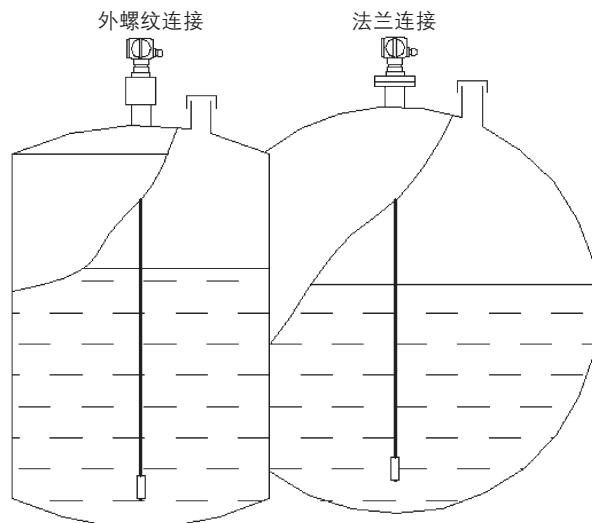
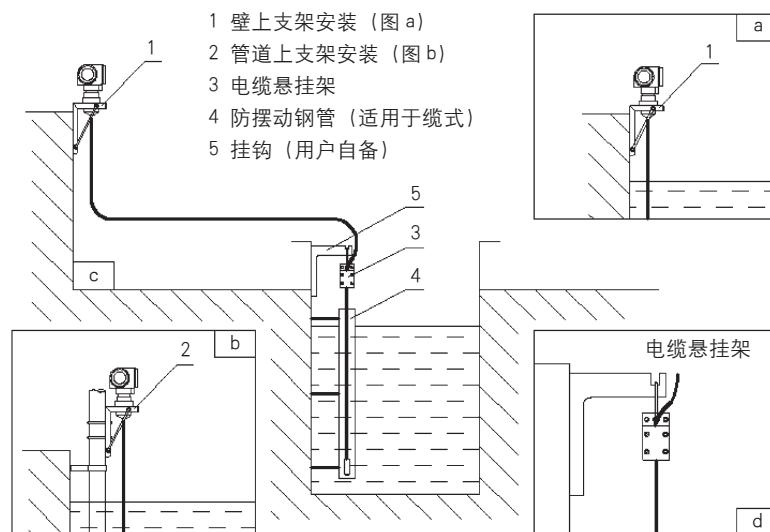

图 7 采用过程连接件安装
图 8 (a ~ d) 采用支架安装或悬挂安装
智能静压液位计各种型式产品均应采用其过程连接件（接口尺寸见表 1）与装有被测介质的容器相连接（如图 7）；水池、水井等贮水、水利设施可选用附件“安装支架”将液位计固定在池（井）壁上或管道上（如图 8-a、图 8-b）
可安装防摆动钢管（如图 8-c，内径 $\geq \Phi 60\text{mm}$ ，由用户自备），或将量探头置于容器中远离出水、进水口或搅拌器位位置。亦可根据需要选购配重器。必要时，可利用配重器上的 M8 螺纹孔，安装吊环螺钉（吊环螺钉 M8 GB825-88 为标准件，由用户自备）将测量探头固定在容器底部的工艺装置上。
- 3) 当缆式液位计的测量电缆长度大于 50m 时，测量电缆上将加装“电缆悬挂架”。用户应将随产品提供的绳索一端系在“电缆悬挂架”上，另一端拉至水池（井）上方固定。并应拉紧绳索，使“电缆悬挂架”上方的测量电缆处于松弛状态（如图 8-d）。亦可利用“电缆悬挂架”上 3 个安装孔用“沉头自攻螺钉”将其固定在水池（井）上方适当位置。